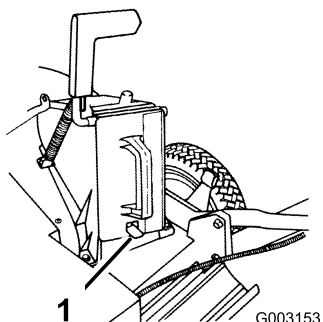

Figura 5
- Inserte el tapón hasta el fondo, hasta que el clip en la parte inferior del tapón se enganche, fijando el tapón firmemente en el conducto de descarga (Figura 5).